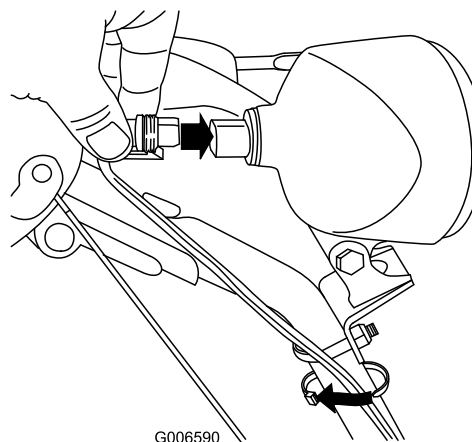

Figure 50
- Branchez le connecteur du fil directement à l'arrière du phare en l'enfonçant bien en place (Figure 50).